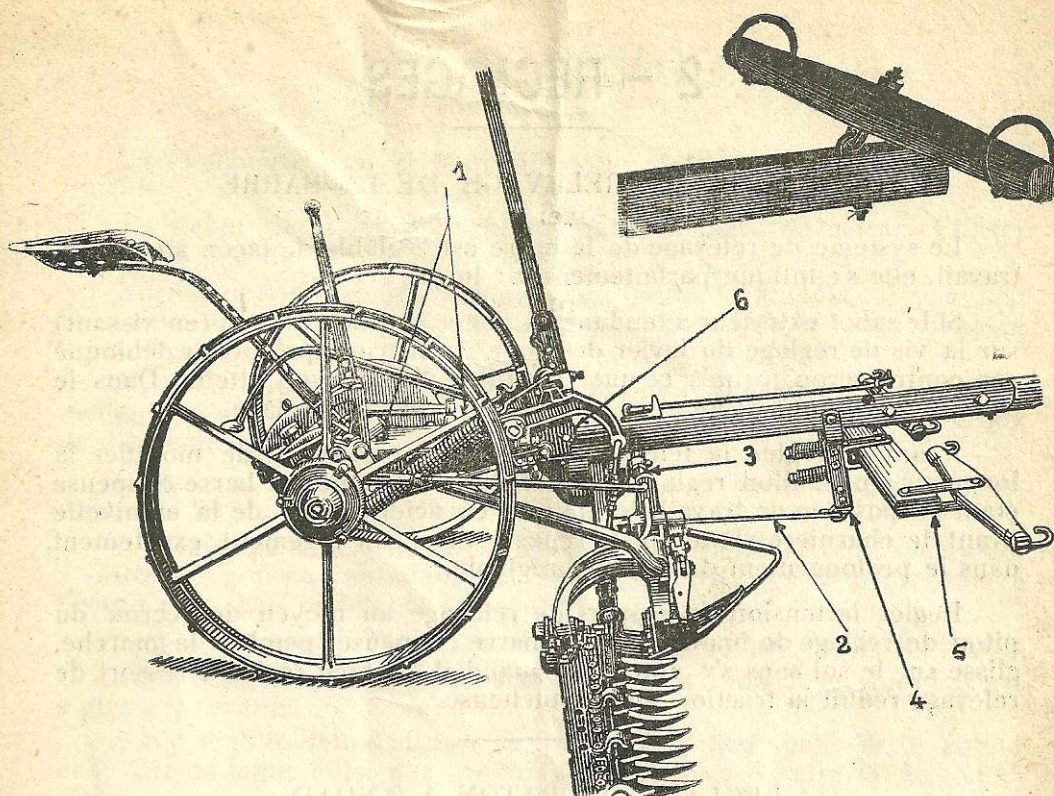

Fig. 6
d) Attelage à 2 chevaux pour Faucheuses D. 1 b et D. 2 b (Fig. 6) :